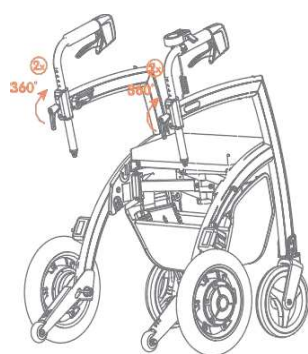
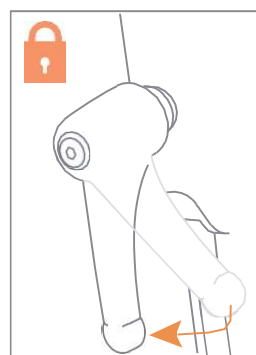

Figura 22: Apriete las manetas de ajuste
Figura 23: Apretar.
- h. Gire las manetas de ajuste en el sentido de las agujas del reloj para apretarlas **(Figura 22) y (Figura 23)**.